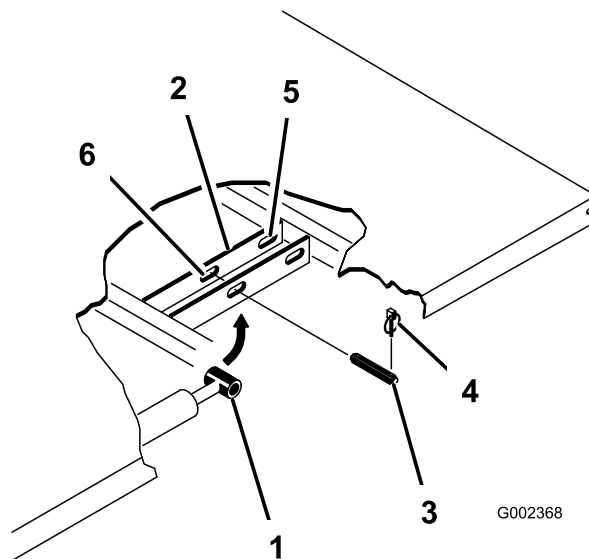

Figura 22
4. Retire los pasadores que fijan las rótulas de las varillas de los cilindros a las chapas de montaje de la plataforma empujando los pasadores hacia dentro (Figura 22).
5. Retire los pasadores de seguridad y los pasadores que fijan las placas de giro a los perfiles del bastidor (Figura 22).
3. Retire los pasadores de seguridad de los extremos exteriores de los pasadores de las varillas de los cilindros (Figura 22).